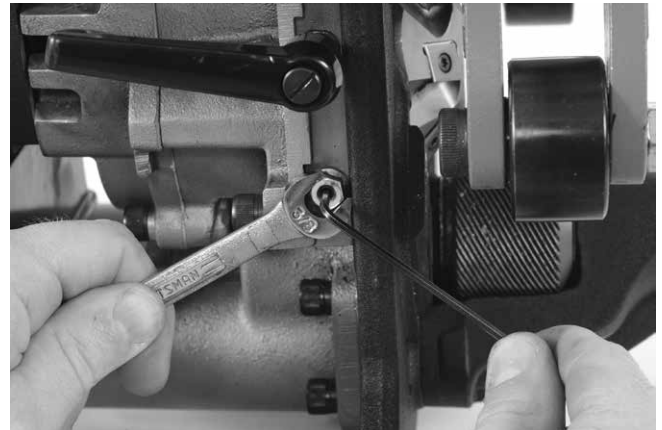

Abbildung 27 – Einstellung der Keilplatte
5. Halten Sie die Stellschrauben mit dem Sechskantschlüssel fest und ziehen Sie die Klemmmuttern an (*Abbildung 27*).